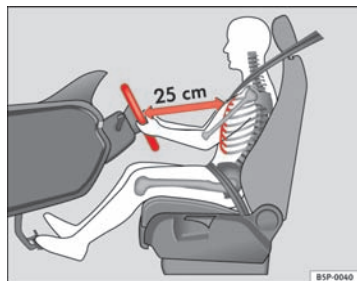

Fig. 1 Distance correcte entre le conducteur et le volant de direction
- Réglez le volant de sorte que la distance entre celui-ci et votre cage thoracique soit au moins de 25 cm ⇒ fig. 1.
- Réglez le siège du conducteur de manière à laisser une distance minimale de 25 cm entre votre cage thoracique et le centre du volant ⇒ page 10, fig. 1. Si la distance est inférieure à 25 cm, le système d'airbags ne peut pas vous protéger correctement.